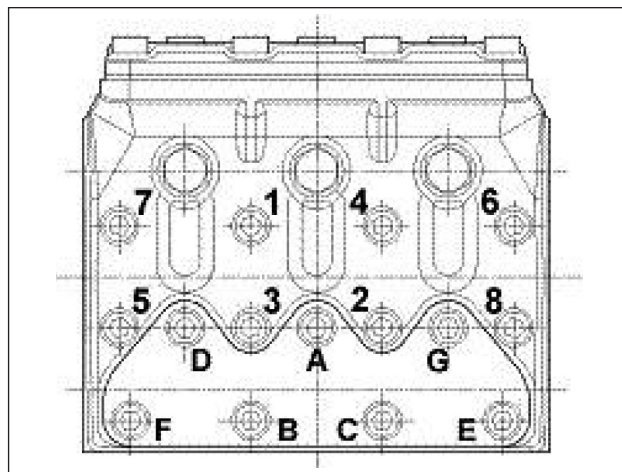

Fig. 24
- ** Le viti fissaggio testata devono essere serrate con chiave dinamometrica lubrificando il sottotesta rispettando l'ordine di Fig. 24.
- *** Le viti fissaggio coperchi valvole devono essere serrate con chiave dinamometrica lubrificando il sottotesta rispettando l'ordine di Fig. 24.